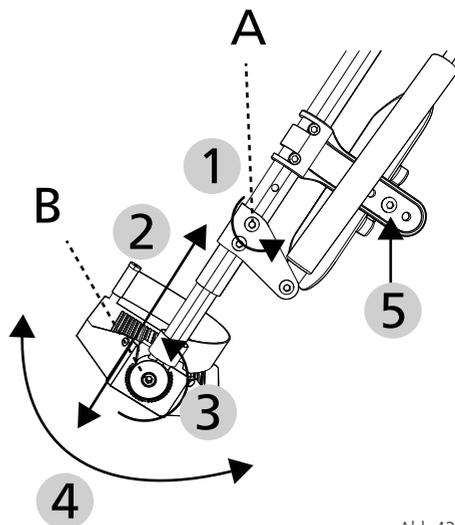
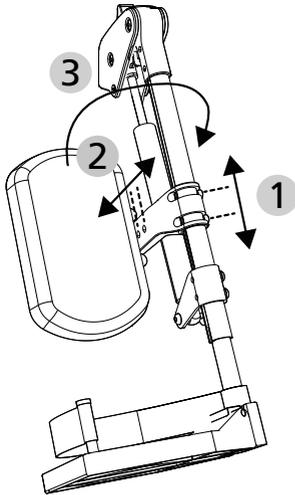

Abb.43
Abb.44
Vor dem ersten Gebrauch muss das Wadenpolster montiert werden. Nutzen Sie hierzu die beiliegende 5 mm Innensechskantschraube und Mutter und montieren Sie es im dritten Positionslöcher an der Wadenpolsterhalterung (siehe 5, Abb. 43/ Abb. 44, S. 36/37).
- Zur Längeneinstellung lösen Sie die Innensechskantschraube 4 mm (A, Abb. 43) um wenige Drehungen (1, Abb. 43) und lösen Sie diese nicht vollständig.
- Danach ziehen/schieben Sie die Fußplatte in die gewünschte Länge (2, Abb. 43). Achten Sie auf den Mindestabstand von 40 mm zwischen Fußplatte und Boden. Die minimale und maximale Auszugslänge zeigt Ihnen die Skala auf dem Rohr.
- Zur Arretierung ziehen Sie die Schraube (A, Abb. 43) wieder fest an. Beachten Sie, dass hierbei die Schraube in den innenliegenden Montageschlitten greift.
- Lösen Sie die Innensechskantschraube 5 mm (B & 3, Abb. 43).
- Setzen Sie die Fußplatte in dem gewünschten Winkel wieder ein (4, Abb. 43).
1. Für die Höheneinstellung lösen Sie die 2 Innensechskantschrauben 5 mm an der Halterung. Nach der Einstellung, in 30 mm Schritten (1, Abb. 44), werden die Schrauben wieder im Lochbild fixiert.
2. Für die Tiefeneinstellung lösen Sie die Innensechskantschraube 5 mm. Nach der Einstellung in 20 mm Schritten (2, Abb. 44), wird die Schraube wieder im Lochbild fixiert.
Das Wadenpolster lässt sich mit der Halterung nach außen abschnellen, um die Wade zu entlasten und um dem Bein mehr Raum zu geben (3, Abb. 44).